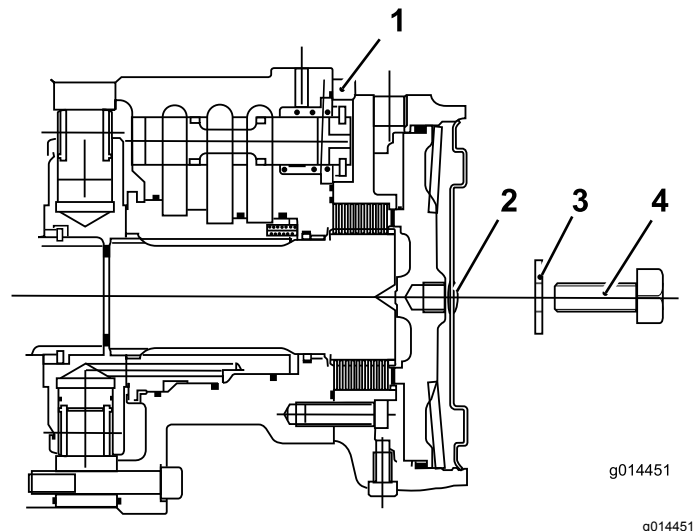

Bild 42
- C. Montieren Sie die Sechskantschraube an die Motorendplatte (**Bild 42**).